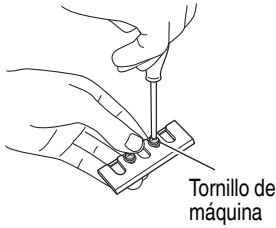

Fig. 32
- (1) Afloje los 2 tornillos que sujetan la cuchilla y la placa de ajuste (A). (Fig. 32)